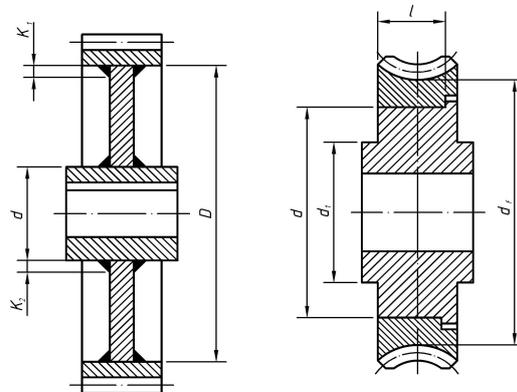

Рис. 3.2. Расчетная схема к задаче № 2
2. Рассчитать цилиндрическое соединение с натягом, состоящее из зубчатого венца и центра червячного колеса (рис. 3.2). Диаметр посадочной поверхности d , длина посадочной поверхности l , диаметр отверстия для вала в центре колеса d_1 , диаметр окружности впадин зубчатого венца d_f и передаваемый червячным колесом момент T приведены в табл. 3.2. Материал зубчатого венца - бронза марки БрАЖ9-4. Центра колеса - чугун марки СЧ 12-28.